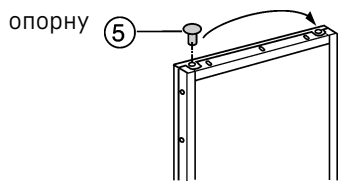

Fig. 5
- ▶ Переставити пробку Fig. 5 (5)